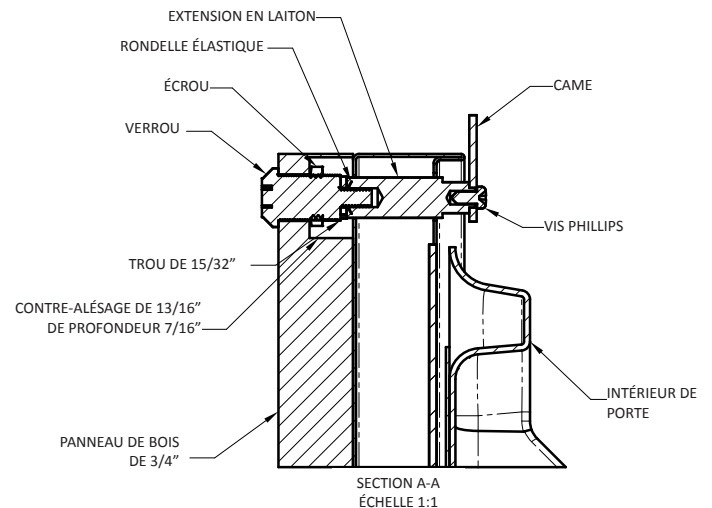

Figure 12
Localisez et marquez avec un crayon l'emplacement du trou de verrouillage sur le panneau de revêtement, c'est le trou dans l'angle supérieur du côté de la poignée de la porte. Enlevez le dispositif de maintien et enlevez le panneau de revêtement de la porte. Sur la face arrière du panneau où vous avez marqué l'emplacement de verrouillage, percez un contre-alésage de 13/16" (20,5 mm) de diamètre et 7/16" (11,0 mm) de profondeur dans le panneau de revêtement. Percez un trou de diamètre 15/32" (12,0 mm) dans le panneau de revêtement au milieu de ce contre-alésage en prenant soin de ne pas faire éclater le bois sur la face avant du panneau (Voir la Figure 12).
Deux (2) extensions de verrouillage sont fournies avec le verrou. Utilisez l'extension la plus longue pour un panneau de revêtement d'épaisseur 3/4" et la plus courte pour un panneau d'épaisseur 5/8". Assemblez l'extension de verrouillage, une rondelle d'arrêt de came, une rondelle élastique et une vis de fixation sur le verrou comme montré aux Figures 12 et 13. Installez cet ensemble sur le panneau de revêtement avec l'écrou de maintien en utilisant une douille de 15 mm. Assurez-vous que la fente en trou de serrure du verrou est verticale.